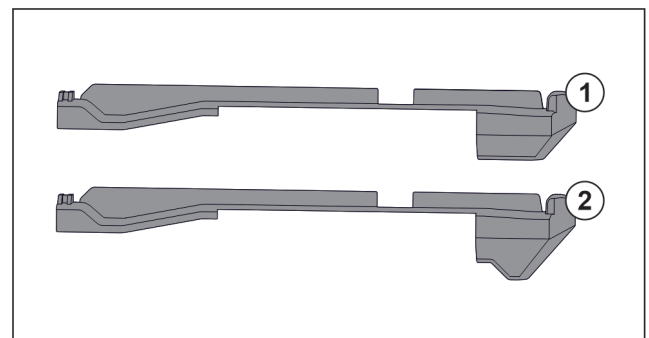

Fig. 122 Vergleich der Aufsteckteile
Im Gerät befinden sich zwei unterschiedliche Aufsteckteile. Das Aufsteckteil über dem untersten Schubfach Fig. 122 (2) hat eine dreieckige Kante. Alle anderen Aufsteckteile Fig. 122 (1) haben eine gerade Kante.
- ▶ Aufsteckteil Fig. 122 (2) mit der dreieckigen Kante über dem untersten Schubfach anbringen.
- ▶ Aufsteckteil Fig. 122 (1) mit der geraden Kante an allen anderen Stellen anbringen.